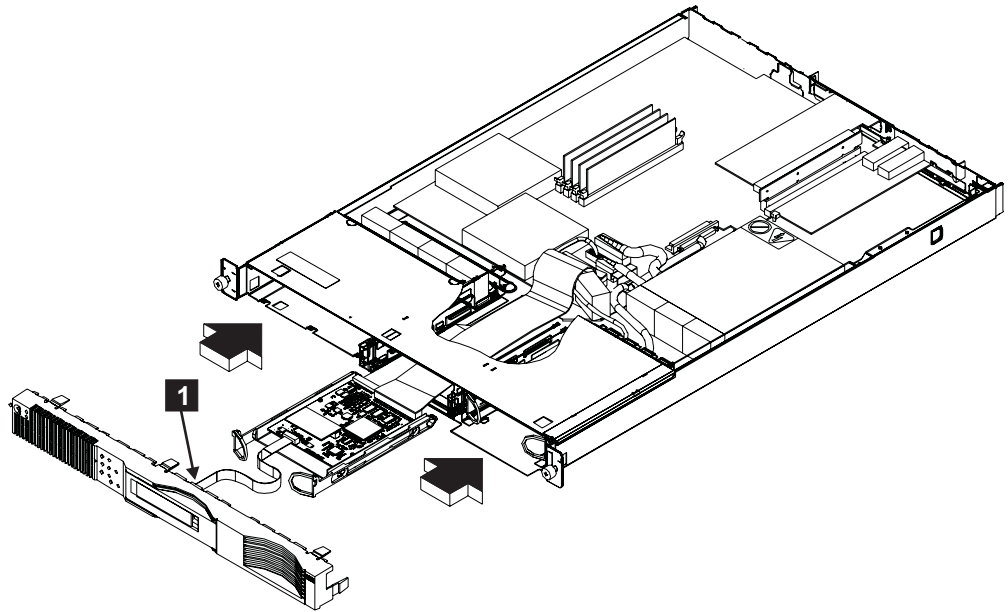

図 94. フロント・パネルの交換
1. ケーブル **1** をフロント・パネルに接続します。図 94 を参照してください。